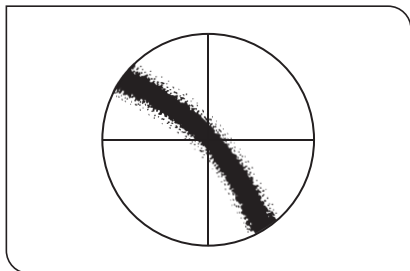

Fig. 3
2. Girare la manopola del compensatore sulla posizione in cui l'area misurata al centro del campo visivo è più scura (Fig. 3). Trovare l'angolazione in questa posizione sommando i valori indicati sulle scale graduate 1 e 2. → θ_1